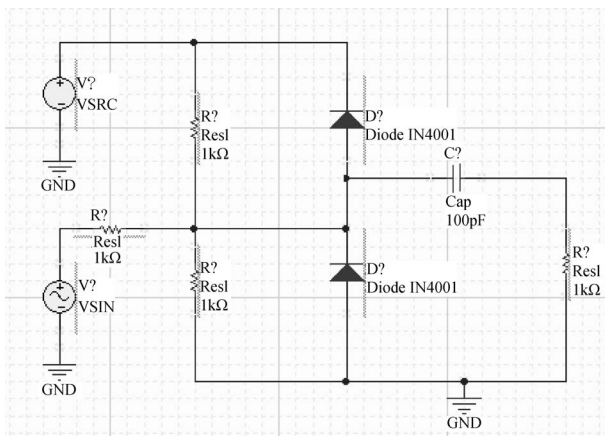

图 3-36 连接电路中的所有元器件和信号源
- (4) 单击 AD 软件主界面下的工具栏内的连线按钮,将这些元器件和信号源按照图 3-36 所示的方式进行连接。